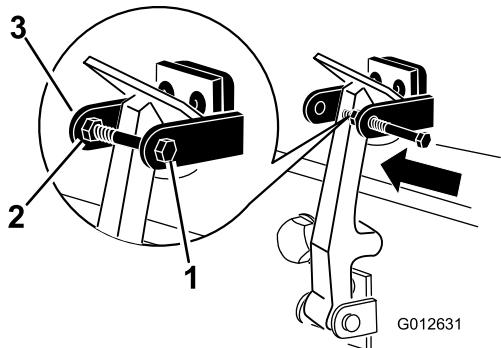

図 10
7. フードロックブラケットのもう一方のアームにボルトを取り付けてラッチを固定する(図10)。ボルトはしっかりと固定するがナットの締め付けは行わないこと。